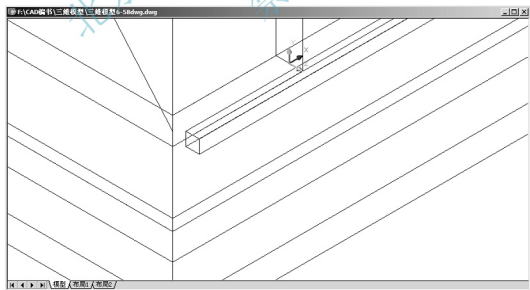

图 6.65 向 Z 轴正方向移动 120mm 后的窗台线
(1) 向 Z 轴正方向移动 120mm。
① 在命令行输入“M”后按 Enter 键，启动【移动】命令。
② 在**选择对象**:提示下，选择刚才建立的窗台线模型。
③ 在**指定基点或 [位移(D)] <位移>**:提示下，在绘图区域单击任意一点作为移动的基点。
④ 在**指定基点或 [位移(D)] <位移>**:提示下，指定第二个点或 <使用第一个点作为位移>:提示下，输入“@0, 0, 120”，表示将窗台线模型向 Z 轴正方向移动 120mm，结果如图 6.65 所示。